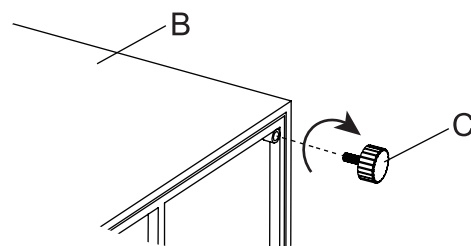

Figure 1
1. Med hjælp fra en anden person, placer ildstedet (B) forsigtigt på en plan, ikke-slibende overflade for at undgå ridser. Kontroller de fire hjørner i bunden, juster glideskoene (C) med skruehullerne og skru med uret (se Figure 1).